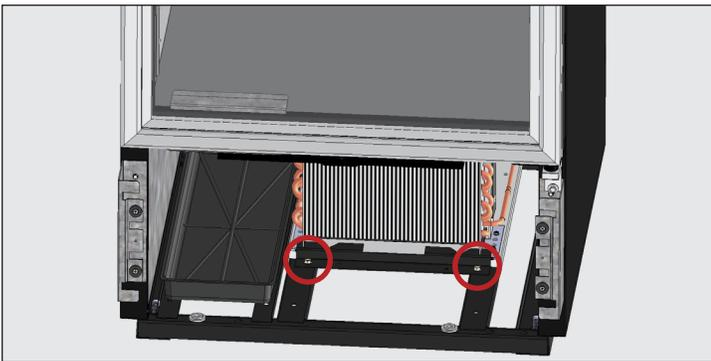

Fig. 5 Retire los pernos de la base del condensador.
5. Retire los pernos de la base del condensador. Consulte la fig. 5.